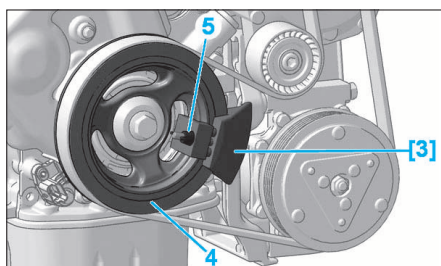

FIG. 19
- Débrider et écarter le tuyau (3) du circuit de refroidissement.
- Positionner l'outil [3] sur la poulie (4) de vilebrequin en le centrant sur la lumière de fonderie (Fig.19).